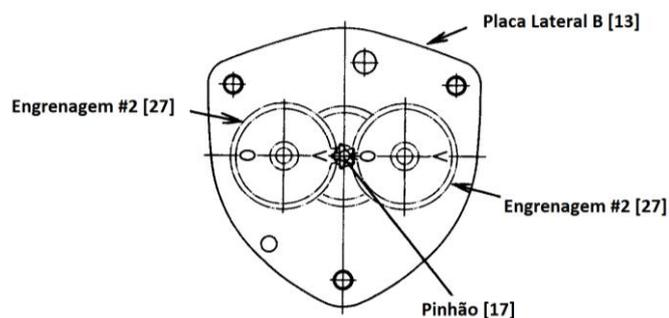

Figura 6-5 Montagem do Trem de Engrenagens
- 8) Engraxe as duas engrenagens #2 [27], a engrenagem de carga [25], e a engrenagem do pinhão [17]. Coloque-as no rolamento (rolamento A) na placa lateral B [13]. As letras "O" e "V" nas engrenagens devem estar frente a frente conforme mostrado abaixo na Figura 6-5. Não esqueça de aplicar graxa no cubo em ambos os lados da engrenagem #2.